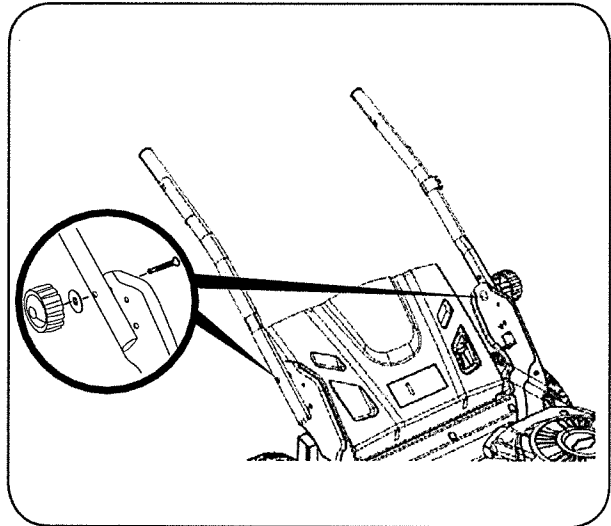

Figura 2
3. Alinee cada lado de pendiente de calibre con el objeto vertical (consultar Figura 1 and Figura 2).
4. Ajuste el pendiente de calibre arriba o hacia abajo hasta los toques esquina izquierda el pendiente (consultar Figura 1 and Figura 2).
5. Si hay un espacio par debajo de la pendiente de calibre, el pendiente es demasiado escarpado por operación segura (consultar Figura 2 above).
1. Si bien la estabilización de cortacésped por lo que no se mueve, fije la manija inferior con tuercas, arandelas y tuercas de mariposa (Figura 2).